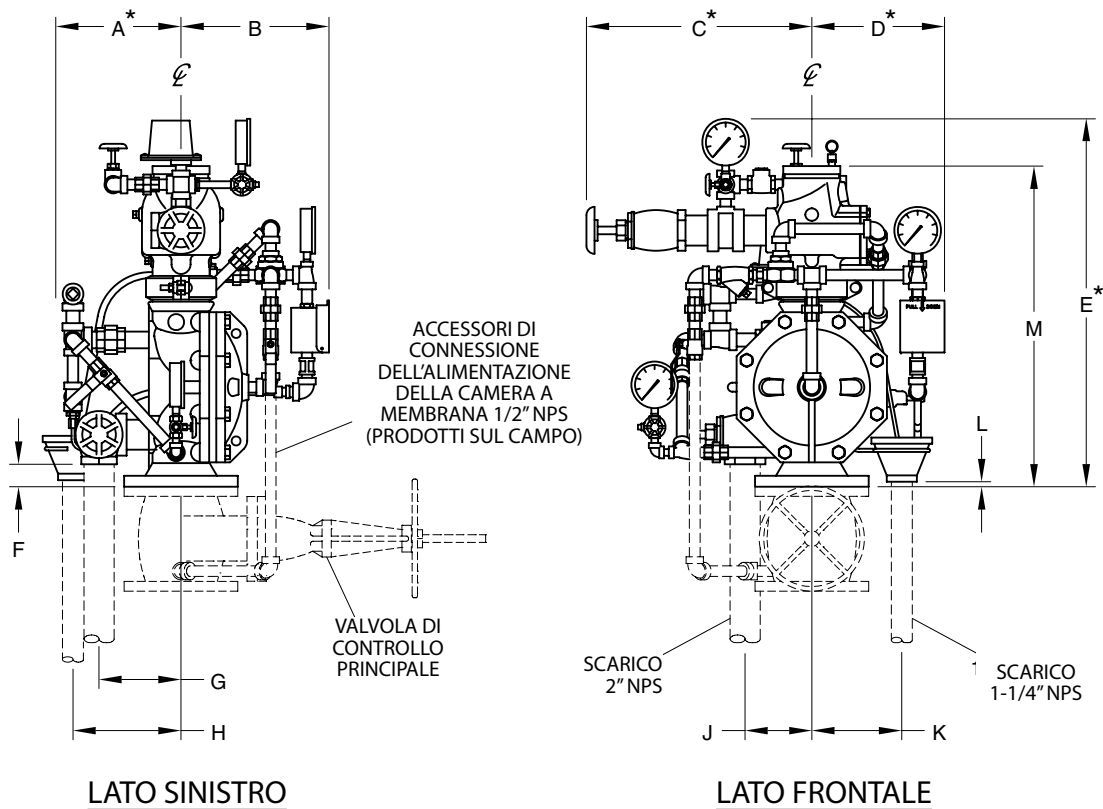

FIGURA 3
Il sistema a preazione a singolo interblocco sorvegliato con accessori di attivazione elettrica sono necessari per l'attivazione elettrica della valvola DV-5 da parte di un sistema di rilevamento costituito da dispositivi elettrici come termostati sensibili al calore, rivelatori di fumo e/o dispositivi elettrici di allarme manuale. Informazioni sui vari tipi di valvole elettromagnetiche ordinabili separatamente, che possono essere impiegate con questo pacchetto di accessori, sono disponibili nella scheda tecnica TFP2180. Le dimensioni nominali d'installazione per il sistema a preazione a singolo interblocco sorvegliato con accessori di attivazione elettrica sono illustrate nella figura 3.
**Passo 7.** Collegare la valvola di controllo dell'alimentazione della camera a membrana al lato di ingresso della valvola di controllo principale del sistema, al fine di facilitare il settaggio della valvola DV-5 (v. figura 3).